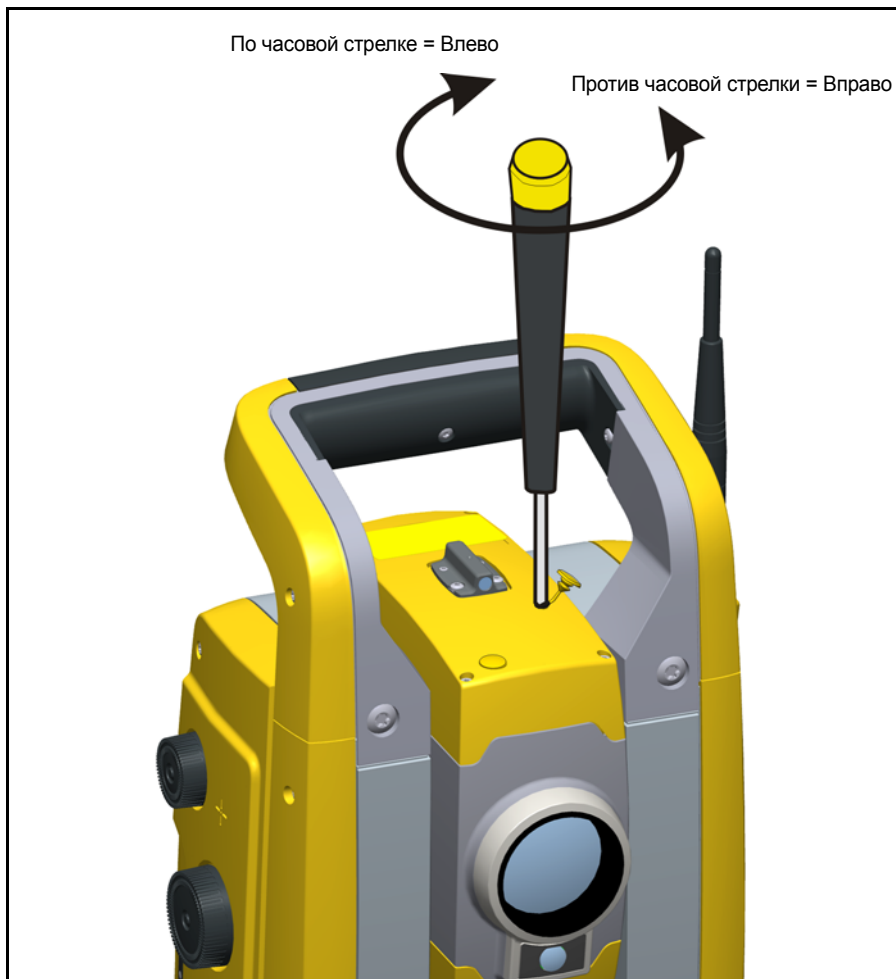

Рис. 4.24. Юстировка горизонтального положения
3. Для корректировки горизонтального положения лазерного пятна вставьте шестигранный ключ в юстировочный порт горизонтального указателя и поверните, как показано на Рис. 4.24.